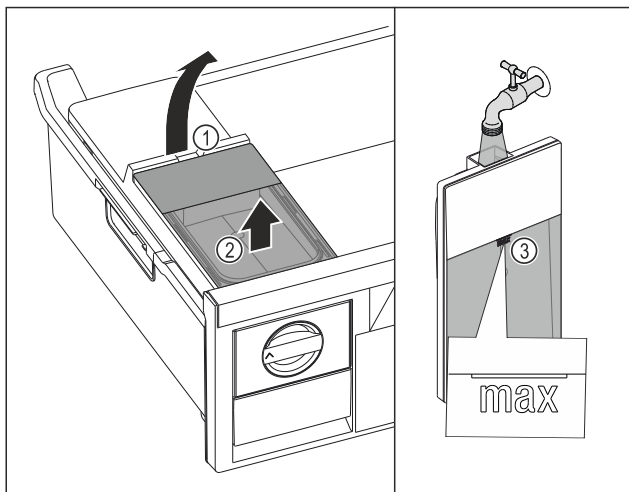

Fig. 156
- ▶ Lyft vattenbehållaren i fördjupningen Fig. 156 (1).
- ▶ Ta ut vattenbehållaren uppåt. Fig. 156 (2)
- ▶ Fyll vattenbehållaren med dricksvatten upp till markeringen Fig. 156 (3).